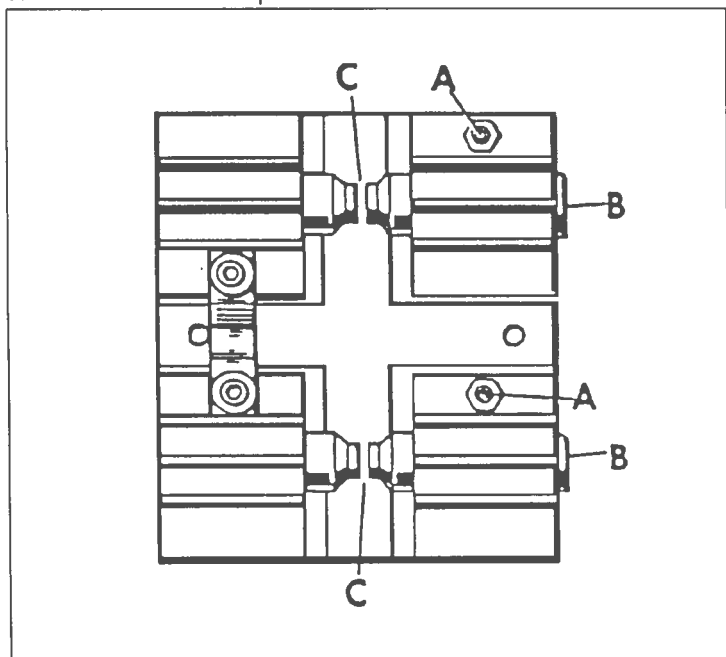

Fig.5 - Regolazione delle puntine
2. Regolazione puntine (Fig. 5)